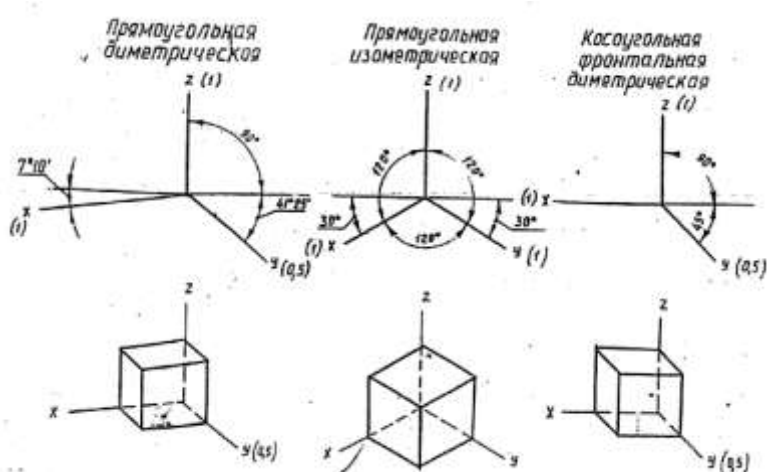

Рис.24 Виды аксонометрических проекций
- ☐ косоугольная фронтальная диметрическая проекция и др. (рис.24.)